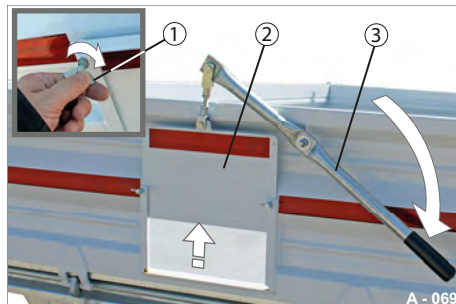

Abb. 91 Dosierschieber geöffnet
- ▶ Drücken Sie den Bedienhebel (Abb. 91/3) nach unten.
- ▶ Fixieren Sie die Schiebe-Klappe (Abb. 91/2) in offener Stellung mit den Flügel-schrauben (Abb. 91/1).
- ▶ Drücken Sie den Bedienhebel (Abb. 91/3) nach oben bis die Schiebe-Klappe komplett geschlossen ist.
- ▶ Fixieren Sie die Schiebe-Klappe (Abb. 91/2) in geschlossener Stellung mit den Flügel-schrauben (Abb. 91/1).